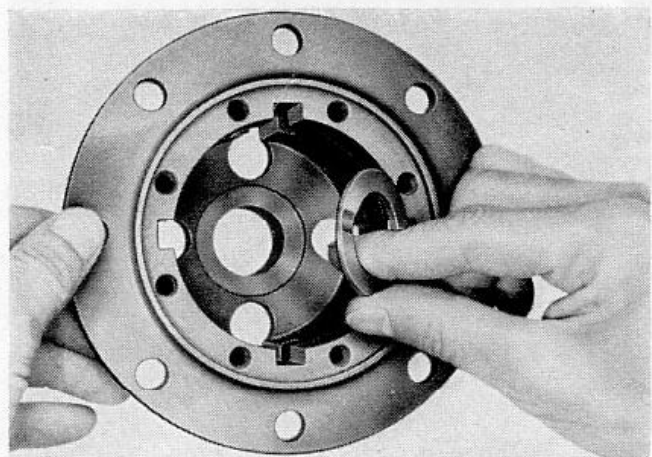

Abb. 7
1. Gehäuse so auf die Werkbank stellen, daß die große Bohrung nach oben zeigt. Anlaufscheibe (3) mit der angefasten Seite nach unten in das Gehäuse (1) legen (Abb. 7).